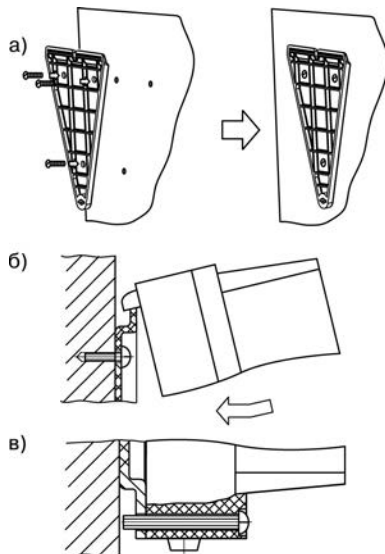

Рисунок 5.1 - Монтаж прибора настенного крепления
1. Закрепить кронштейн тремя винтами М4 × 20 на поверхности, предназначенной для установки прибора (см. Приложение А и рисунок 5.1, а).
2. Зацепить крепежный уголок на задней стенке прибора за верхнюю кромку кронштейна (рисунок 5.1, б)
3. Прикрепить прибор к кронштейну винтом М4 × 35 из комплекта поставки (рисунок 5.1, в).